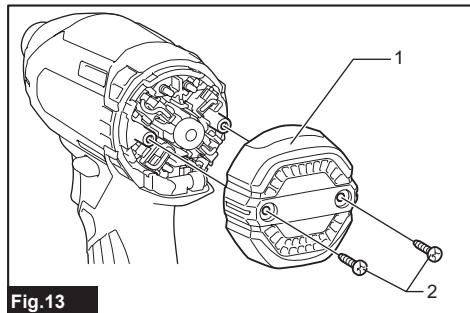

Fig.13
► Рис.13: 1. Ограничительная метка